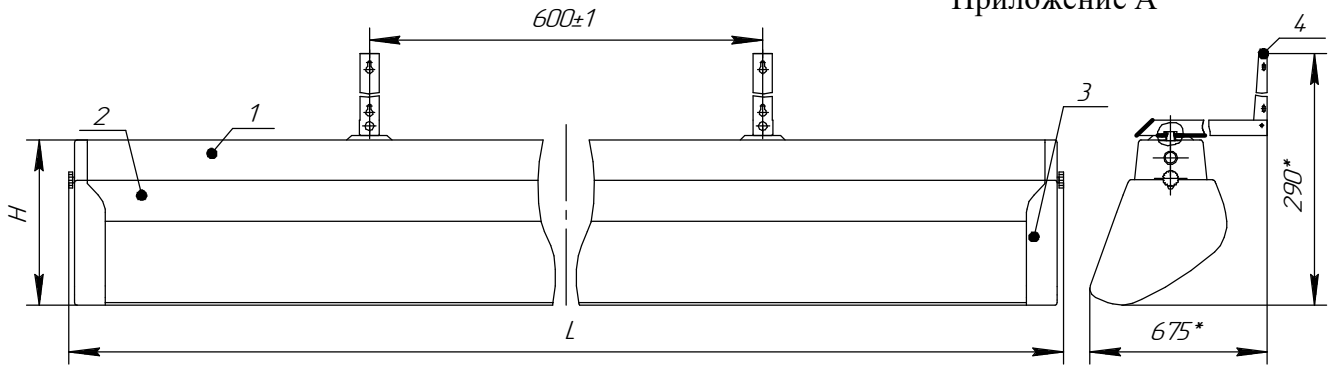

Рисунок 1. 1 Корпус в сборе; 2.Отражатель;
- 4.1 Светильник состоит из корпуса в сборе поз. 1, в котором размещена электросхема , отражателя поз. 2, двух крышек поз. 3, двух узлов подвеса поз. 4 рис. 1.